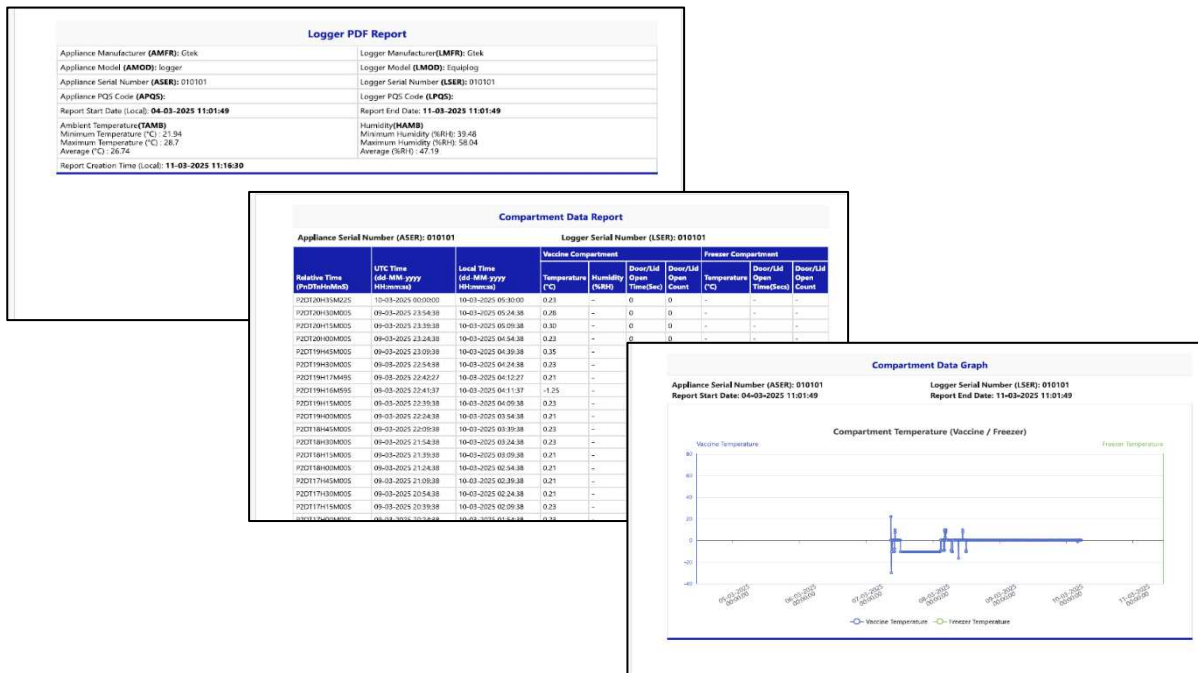

Figure 58 Générer un rapport de données PDF pour le périphérique sélectionné
- Le rapport PDF comprend le tableau de données sélectionné ainsi que son graphique pour le filtre de période sélectionné, comme le montre la figure 58.